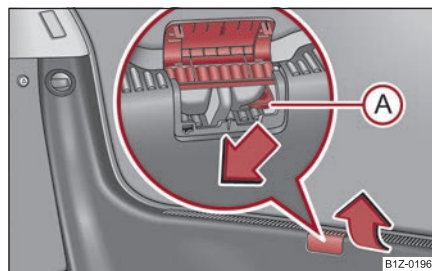

Fig. 48 Desbloqueo de emergencia de la tapa de maletero
- Levante la cubierta de la cerradura ⇒ fig. 48.
- Con ayuda de un objeto estrecho, p. ej., un destornillador, presione la palanca de mando (A) en el sentido de la flecha hasta el tope; se desbloqueará la tapa del maletero.